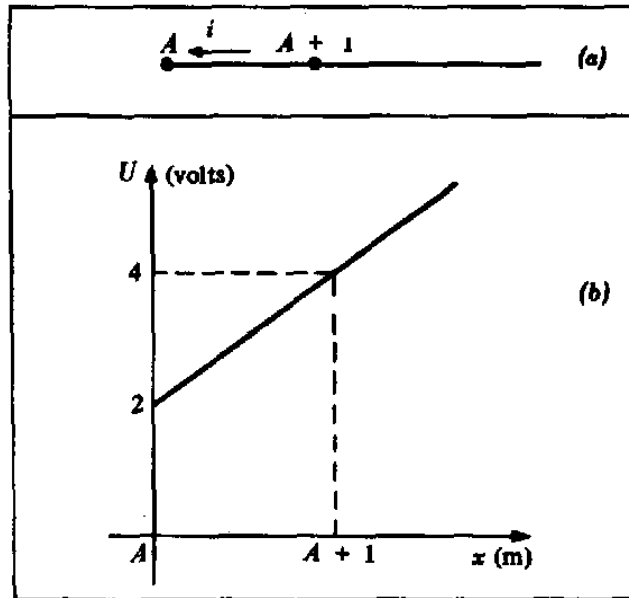

Fig. 9.22
9.22. A tensão em um ponto qualquer do fio da Fig. 9.22(a), percorrido por uma corrente constante é dada pelo gráfico da Fig. 9.22(b).